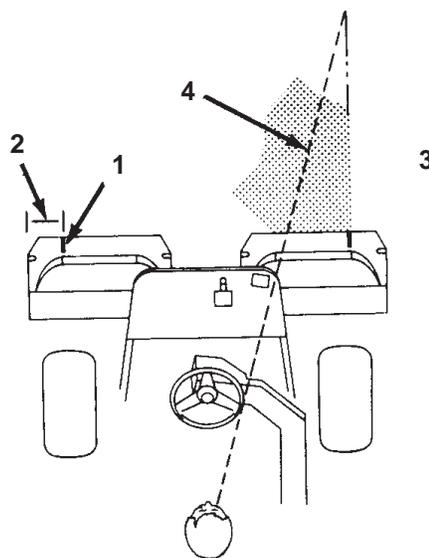

Bild 29
1. Messen Sie ungefähr 12,7 cm von der äußeren Kante jedes Korbs (Bild 29).
2. Bringen Sie einen Streifen weißes Isolierbands an jedem Korb an, oder zeichnen Sie eine Linie. Das Isolierband bzw. die Linie sollten parallel mit der äußeren Kante jedes Korbs verlaufen (Bild 29).